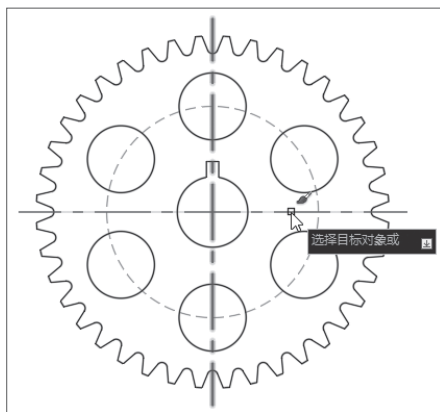

图 2-49
**步骤 04** 在命令行中输入MA快捷命令，先选择修改的中心线，然后再选择另一条中心线，即可完成线型的匹配复制操作，如图2-49所示。